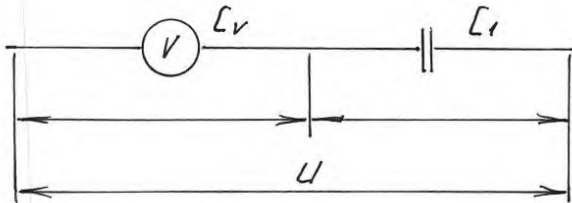

Рисунок 2
1. Расширение предела измерения электростатического вольтметра осуществляется по схеме (рисунок 2). Определить величину добавочной емкости, если предел измерений вольтметра на 1,5 кВ. необходимо расширить до 15 кВ, емкость вольтметра 30 мкФ.
1. Расширение предела измерения электростатического вольтметра осуществляется по схеме (рисунок 2). Определить величину добавочной емкости, если предел измерений вольтметра на 1,5 кВ. Необходимо расширить 15 кВ, емкость вольтметра 3 10 мкФ.